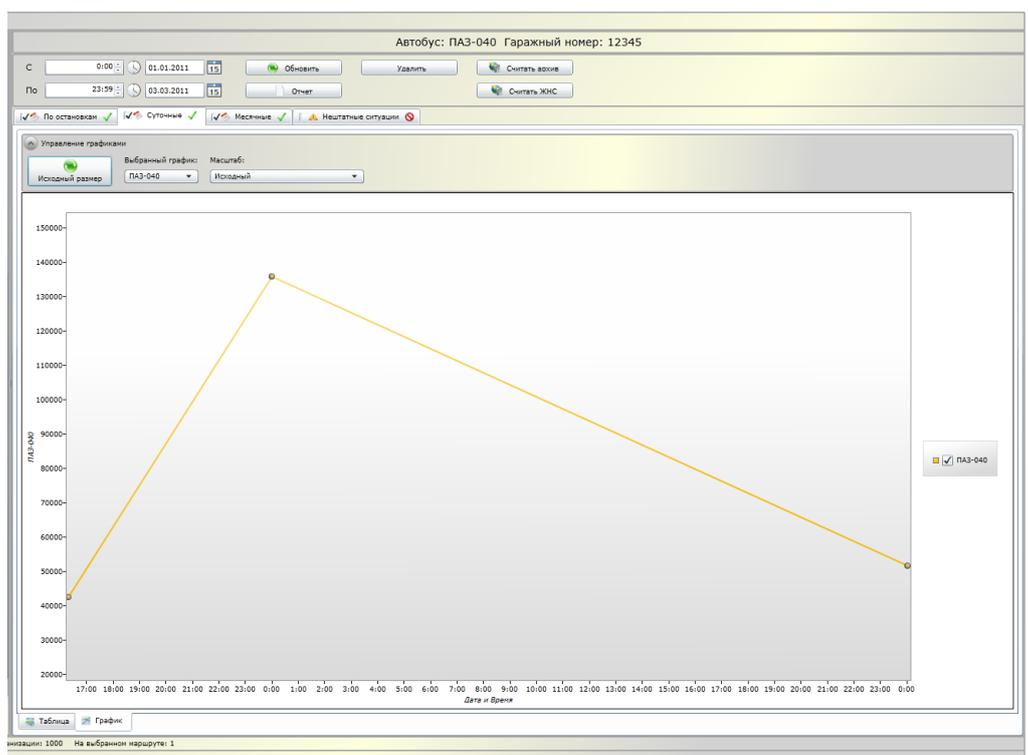

Рисунок 7.10. Графическое отображение архивной информации.
- График – содержит график, построенный по значениям архивных записей, в зависимости от настроек графика, заданных на панели управления (см. рисунок 7.10).